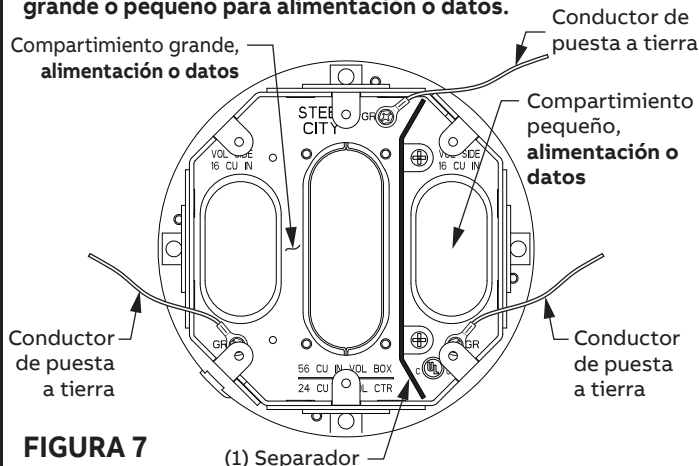

FIGURA 7
5.2 Instalación de los dispositivos eléctricos: Los dispositivos eléctricos se pueden instalar ANTES o DESPUÉS de insertar el dispositivo Poke-Through en el orificio. La Figura 13 muestra cómo instalar los dispositivos eléctricos ANTES de insertar el Poke-Through en el orificio. Por ejemplo, la Figura 13 muestra dispositivos eléctricos utilizando (2) pasajes. (Consulte la Figura 7: Configuración de la caja de conexiones.) El cable eléctrico THHN y los dispositivos eléctricos no se suministran con el dispositivo Poke-Through.